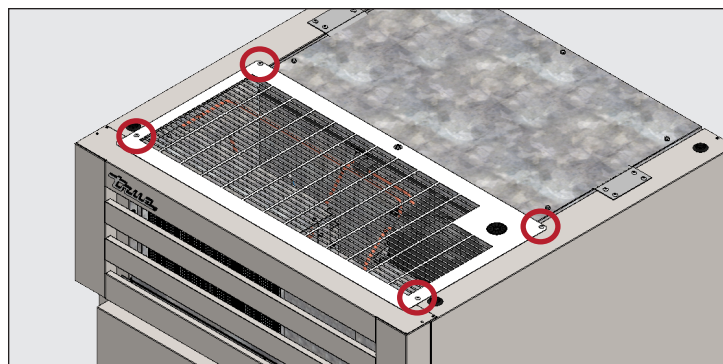

Figure 1. Emplacement des vis d'écran supérieur.
2. Démontez les vis de l'écran supérieur. Voir Fig. 1.